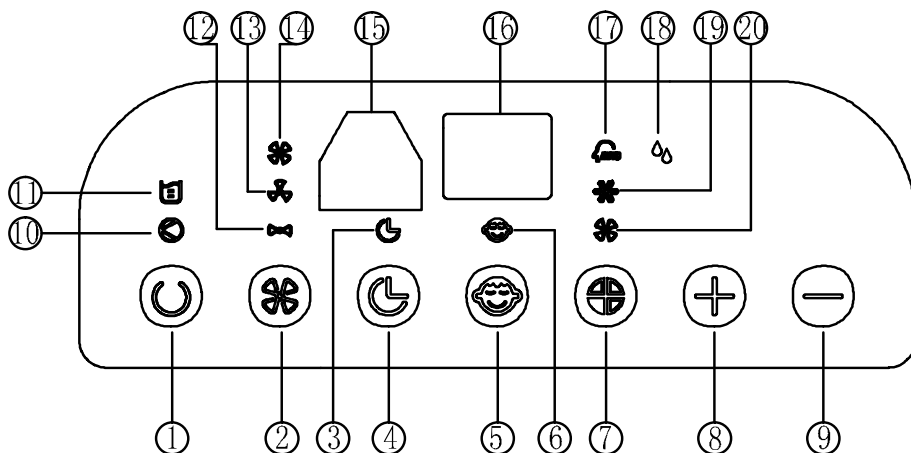

Рис.10. Панель управления прибора:
Нажмите кнопку выбора режима работы (кнопка 7 на рис.10). Режимы работы на выбор: автоматический, охлаждение, вентиляция, осушение, при этом индикатор выбранного режима загорается на панели управления.
1. Используйте кнопки увеличения или уменьшения температуры (8-9 на рис.10).
1. Используйте кнопку изменения скорости работы вентилятора (кнопка 2 на рис.10) для выбора работы прибора на низкой, средней или высокой скорости работы. Индикаторы выбранного режима работы загораются автоматически.